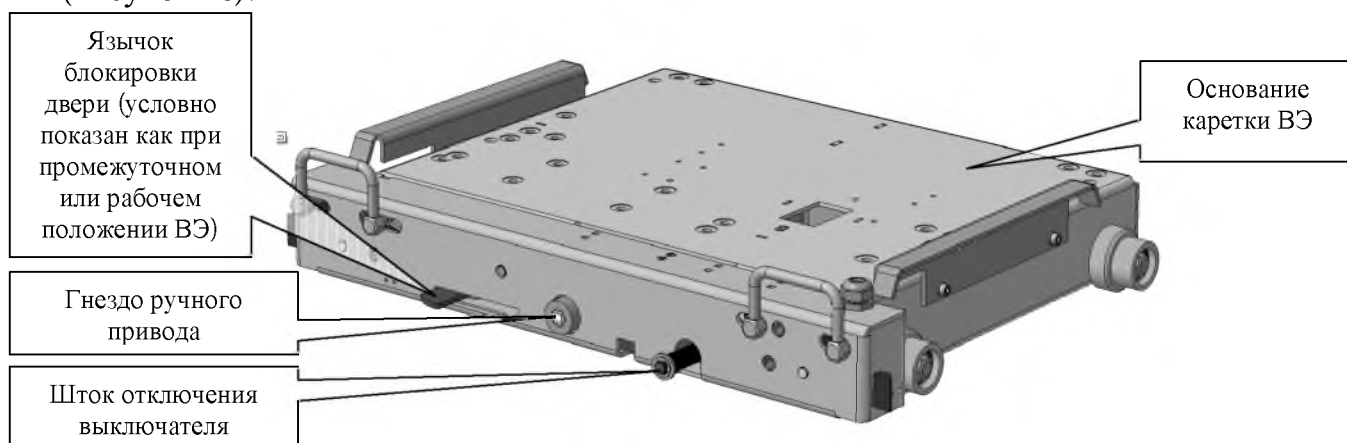

Рисунок 40 - Механическая блокировка положения ВЭ и блокировка двери
- Невозможно осуществить перемещение каретки выдвижного элемента из рабочего положения при включенном выключателе, так как его блок-контакты размыкают цепь привода каретки. В случае ручного перемещения каретки выдвижного элемента отключение его производится механически при помощи кнопки аварийного отключения выключателя на двери отсека ВЭ. Только при нажатой кнопке появляется возможность открыть шторку привода ВЭ, вставить рукоятку в гнездо ручного привода и выкатить ВЭ в контрольное положение (Рисунок 40).